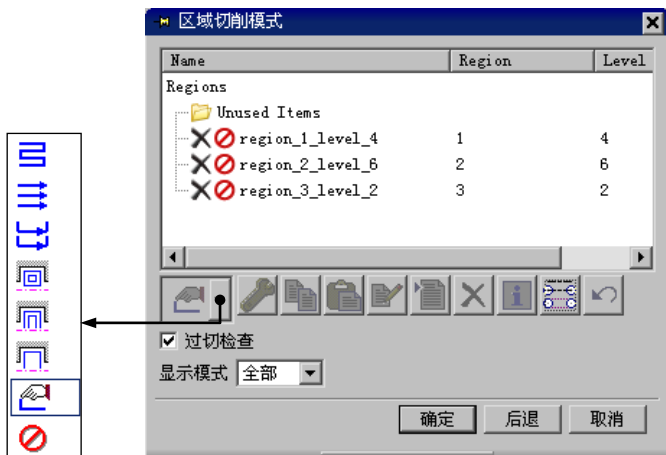
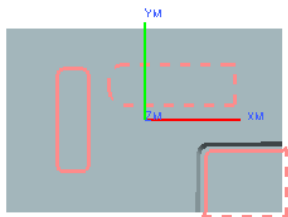

图 3.5.10 “区域切削模式”对话框（一）
图 3.5.11 加工区域
Step1. 进入区域切削模式。在“手工面铣削”对话框中单击“生成”按钮 ，系统弹出图 3.5.10 所示的“区域切削模式”对话框（一），并在图形区中显示零件中所有的加工区域，同时将视图方向切换到加工平面的正投影方向，如图 3.5.11 所示。